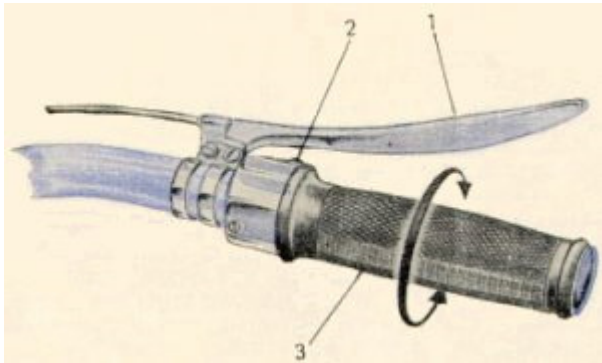

Abb. 3 Rechtes Lenkerende
a) Der Gasdrehgriff wirkt über einen Seilzug auf den Gasschieber des Vergasers; er öffnet durch Drehung nach rückwärts und schließt durch Drehung nach vorwärts. Beim Leerlauf bleibt der Drehgriff geschlossen. Seine leichte Drehbarkeit ist mit einer Bremsschraube (Abb. 3) regulierbar.